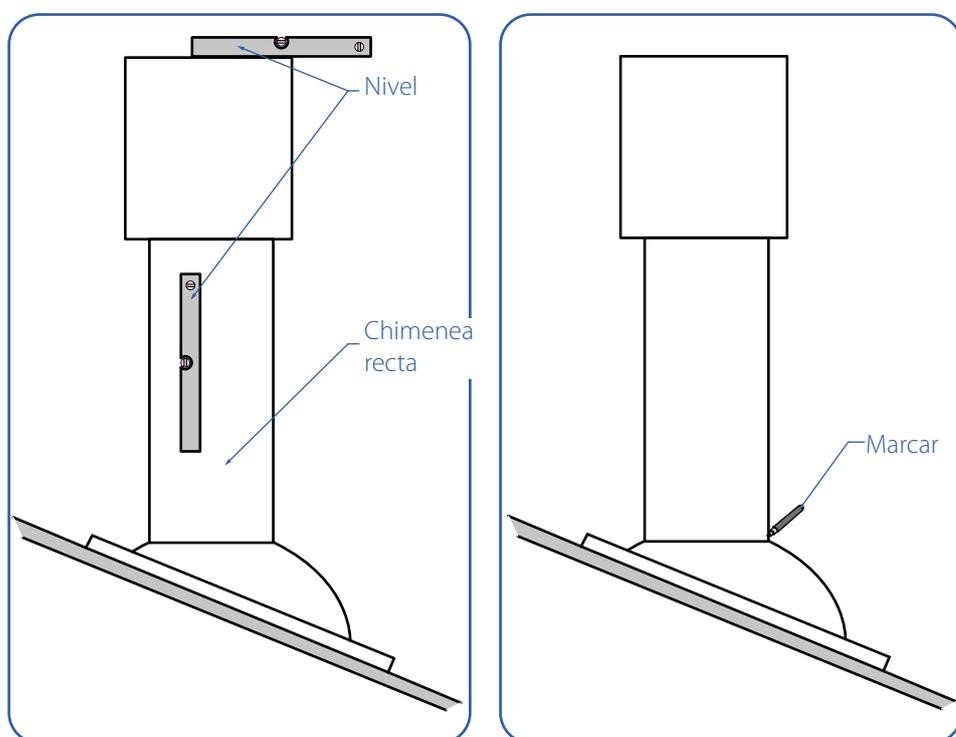

Fig. 20. Nivelar la chimenea y marcar el diámetro
- Apoyaremos la chimenea sobre la cúpula esférica del tejadillo, de manera que quede lo más vertical posible (emplear para esta operación un nivel). (Fig. 20)
- Una vez tengamos la chimenea en posición vertical se marca el diámetro exterior de la chimenea con un rotulador de color blanco. (Fig. 20)